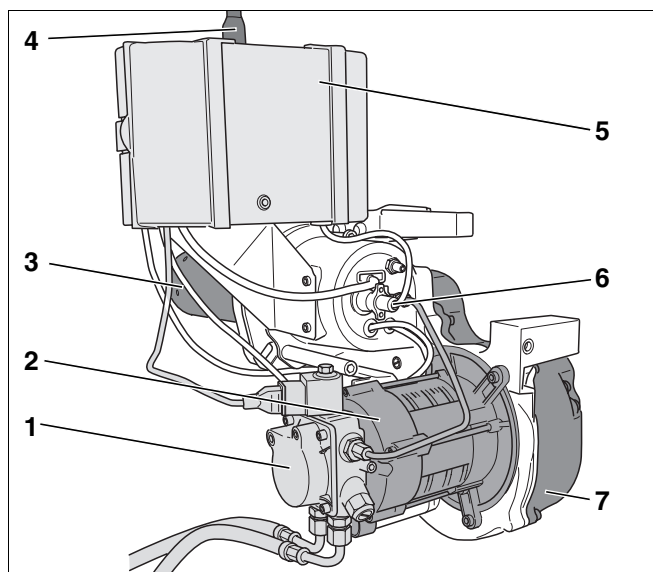

Рис. 1 Горелка Logatop BE 1.3 и 2.3
- топливный насос с электромагнитным клапаном и шлангами для дизтоплива (рис. 1, **поз. 1**)
- мотор горелки (рис. 1, **поз. 2**)
- труба горелки (рис. 1, **поз. 3**)
- цифровой автомат горения SAFe 10 с кнопкой подавления помех (рис. 1, **поз. 5**)
- датчик пламени (рис. 1, **поз. 6**)
- вентилятор (рис. 1, **поз. 7**)
Горелка (рис. 1) подключается к электросети через сетевой штекер (рис. 1, **поз. 4**) и коммуникационным проводом соединяется с системой управления.